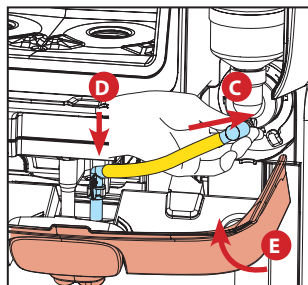

図5
4. チューブをミキシングボウル(C)に元通りに取り付け、注ぎ口ノズルをミキシングトレイにはめ込みます。パネル(E)を閉じると、ディスペンサーは自動的に通常の作動状態に戻ります。（図5を参照）